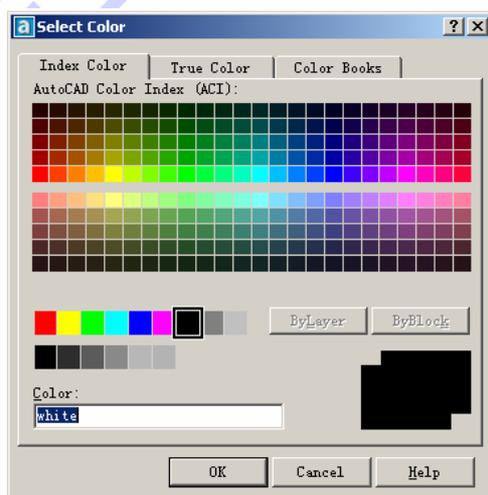

图 7-17 Select Color 对话框
- 5) Color 显示图层的颜色。用户可以通过该选项来设置不同图层的颜色。用户若想设置某一图层颜色，单击该图层的颜色图标，则会弹出图 7-17 所示的 Select Color（颜色选择）对话框。用户可以利用该对话框进行颜色的设置。